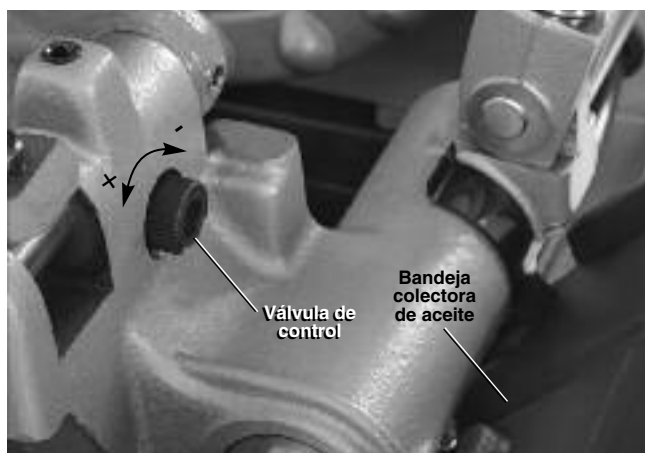

Figura 5 – Ajuste del flujo de aceite
11. Revise el nivel de aceite de corte RIDGID. Extraiga la bandeja de virutas y el revestimiento de la bandeja colectora de aceite. Verifique que el conjunto de filtro de malla esté completamente sumergido en aceite. *Vea Mantenimiento del sistema de aceite.* Si la máquina tiene una bandeja colectora de aceite, verifique que esté bien colocada para que el aceite que gotea del cabezal de terrajas caiga en la bandeja colectora de aceite (vea la *Figura 5*).
- Coloque el cabezal de terrajas en la posición de uso. Pise el interruptor de pie y manténgalo oprimido. Verifique que fluya aceite por el cabezal de terrajas. Quite el pie del interruptor. Puede ajustar el flujo de aceite con la válvula de control en el carro (*Figura 5*). Si gira la válvula a la derecha disminuye el flujo y si la gira a la izquierda aumenta el flujo. No ajuste la válvula si la máquina está andando.